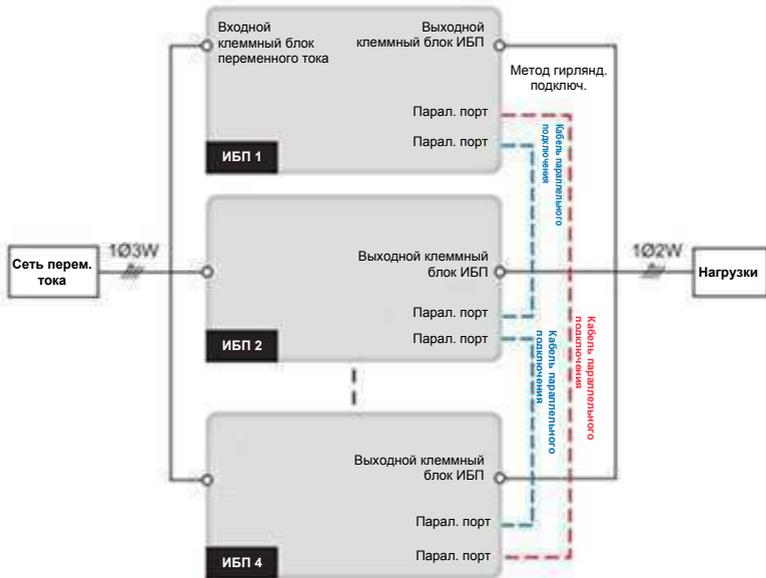

Рисунок 7-4. Схема электрических соединений параллельных ИБП
1. Параллельно можно подключать до 4 ИБП. Для повышения надежности параллельного подключения используйте метод «гирляндного» соединения. См. **Рисунок 7-4**.
1. Параллельно можно подключать до 4 ИБП. Для повышения надежности параллельного подключения используйте метод «гирляндного» соединения. См. *Рисунок 7-4*.